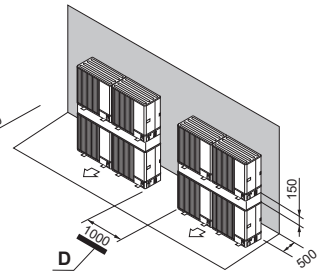

Fig. 2-18
- (7) Plassering av stablede enheter (Fig. 2-18)
- D: Rom (Fig. 2-18)